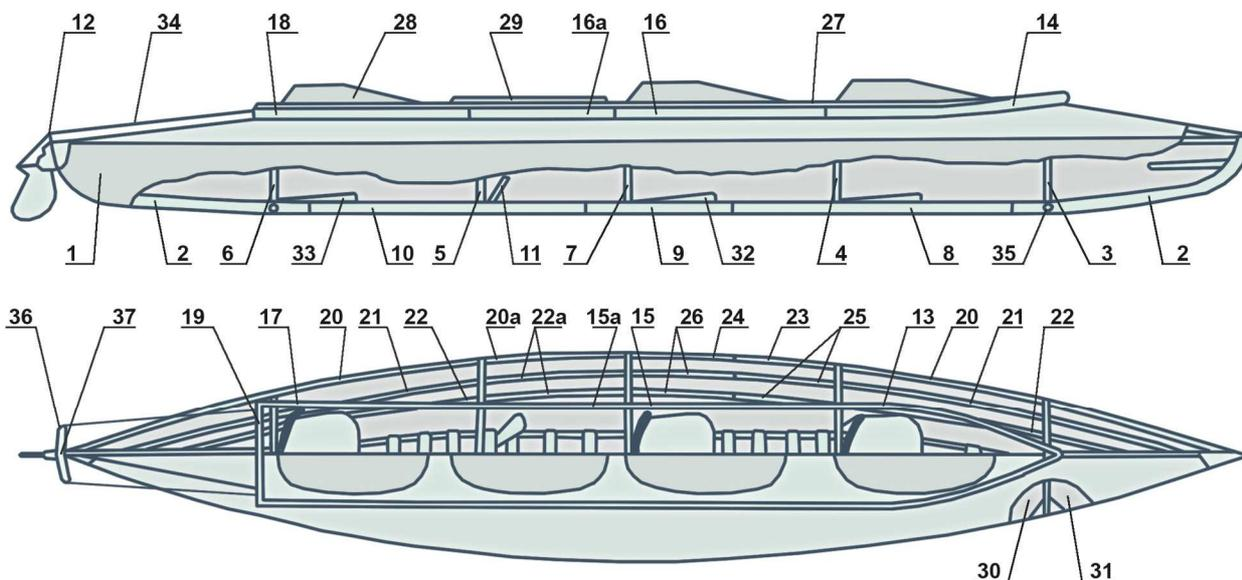

Рисунок 1. Байдарка Таймень-3.
Байдарка (рис. 1) состоит из металлического разборного каркаса и мягкой оболочки 1.
После фиксации шпангоута № 2 на кильсоне, установите короткие стрингеры 25 и привальные брусья 23 (рис. 1), пропустив их через скобы шпангоута, одновременно нарастив ответные привальные брусья 20 и стрингеры 21,22.
9. Установку фальшбортов 13, 14, 15, 15а, 16, 16а, 17, 18 (рис. 1) следует начинать с носовых дугообразных фальшбортов. Установите фальшборт на верхнюю скобу шпангоута № 1, и зафиксируйте его на скобе с помощью крючка. Продольный паз на фальшборте между трубкой и приклепанной к ней пластиной должен располагаться сверху. Заправьте в паз фальшборта кромку деки оболочки. Если резинт тяжело тянется намочите его водой с помощью губки. Состыкуйте с носовым фальшбортом средний фальшборт (с прямыми торцами) и заправьте кромку деки в его паз. Установите состыкованные фальшборта на скобу шпангоута № 4 (кромка деки должна огибать скобу снизу) и зафиксируйте их крючком. Аналогично установите остальные фальшборта. Установите фальшборт кормовой 19.